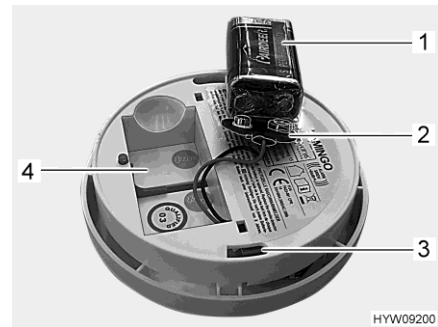

Bild 147 Rauchmelder (Rückseite)
- Batterie herausnehmen und vom Batterieclip (Bild 147,2) trennen.
- Neue Batterie (Bild 147,1) am Batterieclip (Bild 147,2) anschließen. Dabei sicherstellen, dass die Batteriepole am Batterieclip einrasten.
- Batterie in das Batteriefach (Bild 147,4) legen.
- Rauchmelder (Bild 148,1) an der Halterung (Bild 148,3) ansetzen. Die Haltenasen (Bild 148,2) müssen in die Öffnungen (Bild 147,3) im Rauchmelder greifen.